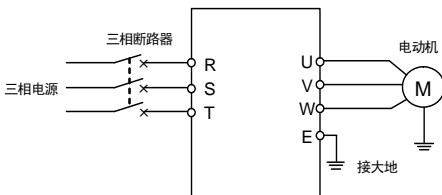

图 4-2 简单运行接线图
- ① 按图 4-2 接线；
- ② 确认接线无误后合上电源开关，接通电源，变频器先显示“P.oFF”，稍后显示“0”；
- ③ 确认频率设定通道为数字设定方式（[F0.00] = 0）；
- ④ 根据变频器拖动电动机的额定铭牌数据，需对参数[F0.12]、[F0.13]进行设置；
- ⑤ 按  键启动变频器，变频器输出 0 频率，显示“0.0”；
- ⑥ 按  键的 UP 功能，增大设定频率，变频器的输出频率增加，电机转速加快；
- ⑦ 观察电机的运行是否正常，若有异常立即停止运行，并断电，查清原因后再运行；
- ⑧ 按  键的 DOWN 功能减小设定频率；
- ⑨ 再按  键停止运行；并切断电源。